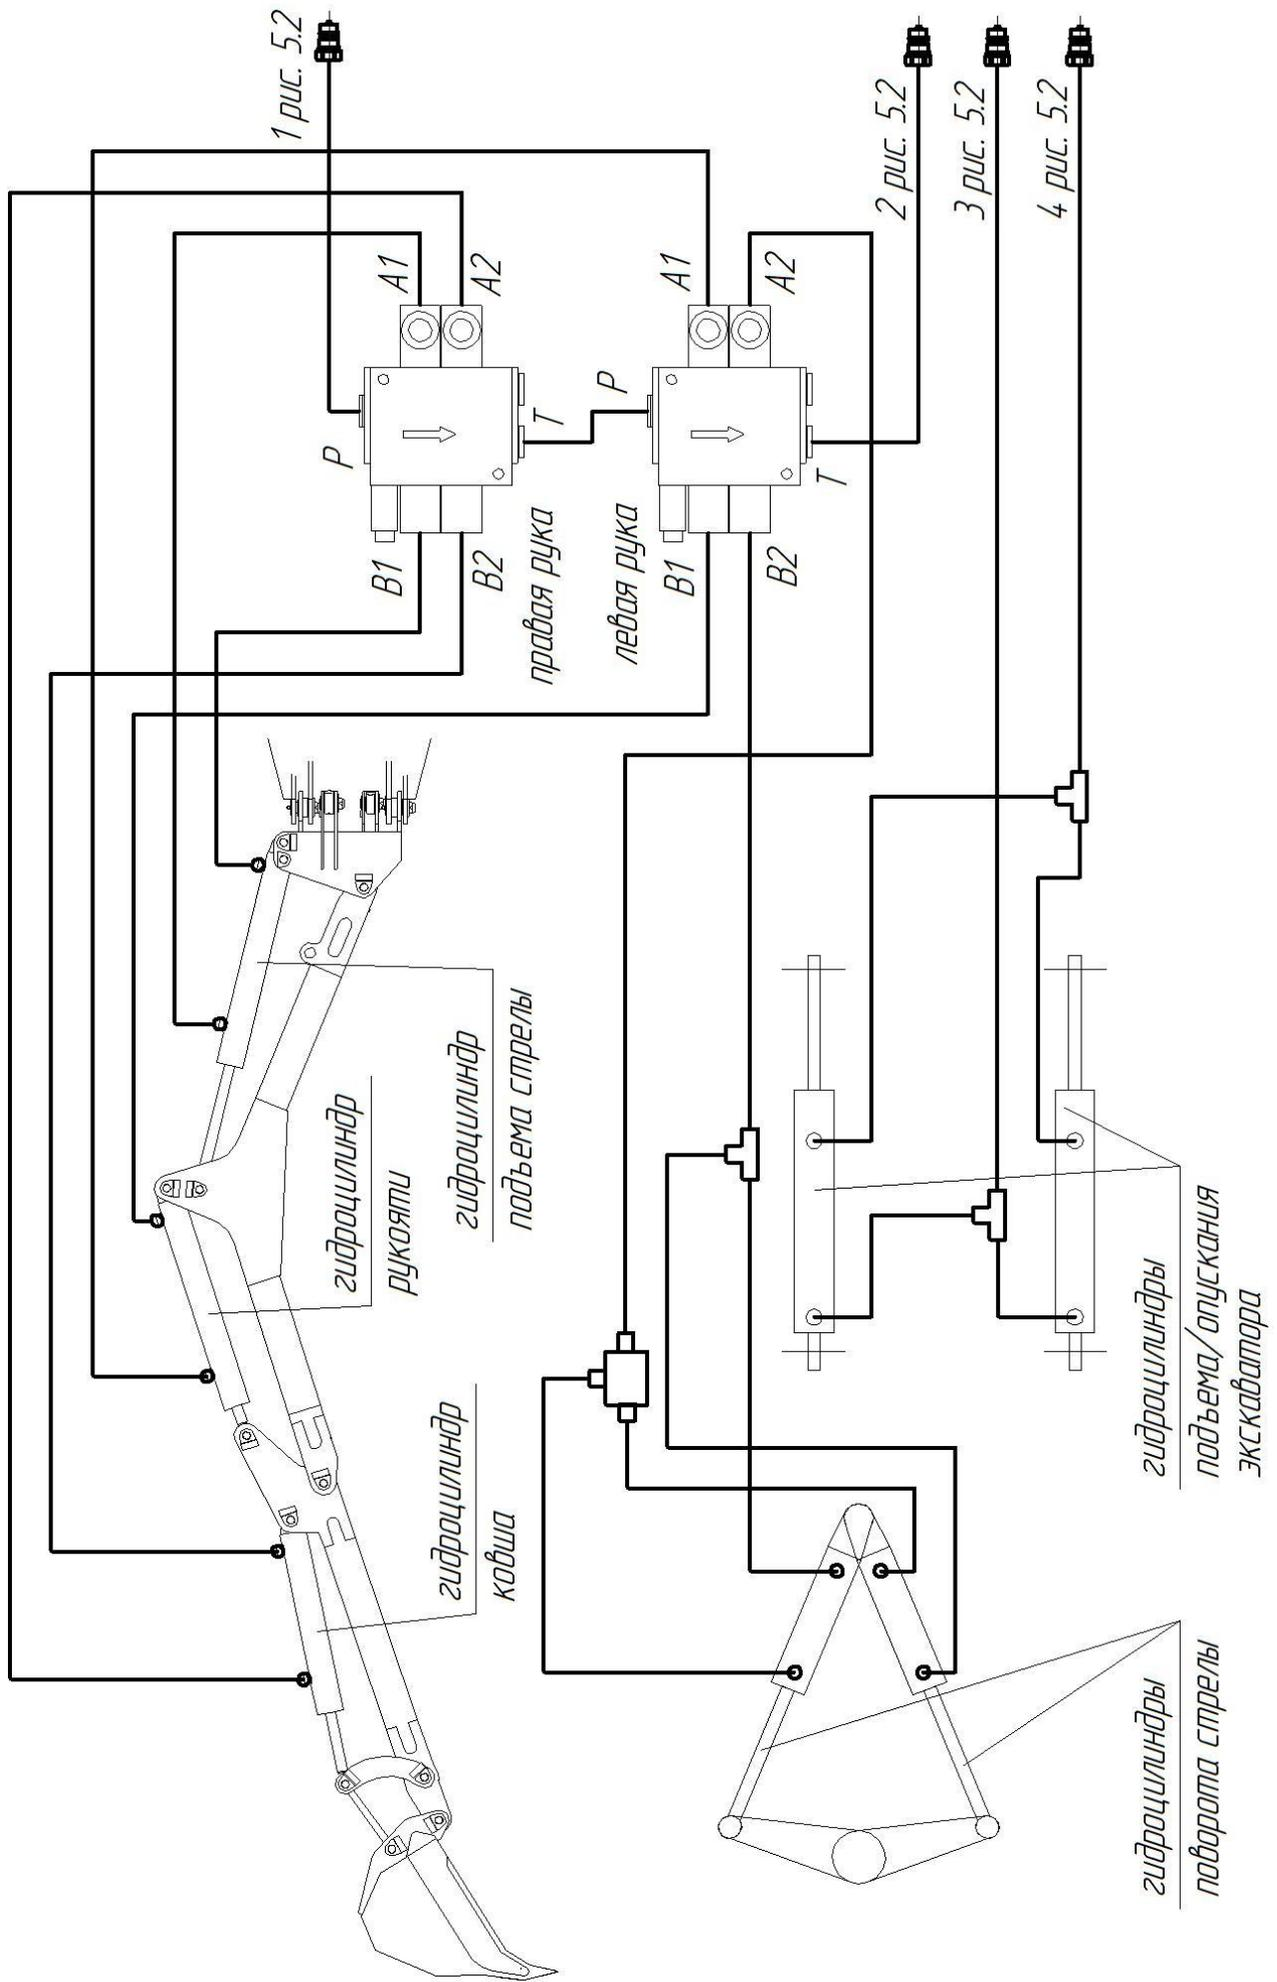

Рис.5.1
#### 1.4.4. Гидросистема оборудования (Рис.5.1, Рис.5.2, Рис.5,3)
- проверьте надежность креплений и установки оборудования, соответствие гидравлических соединений схеме на рис.5.1, 5.2;